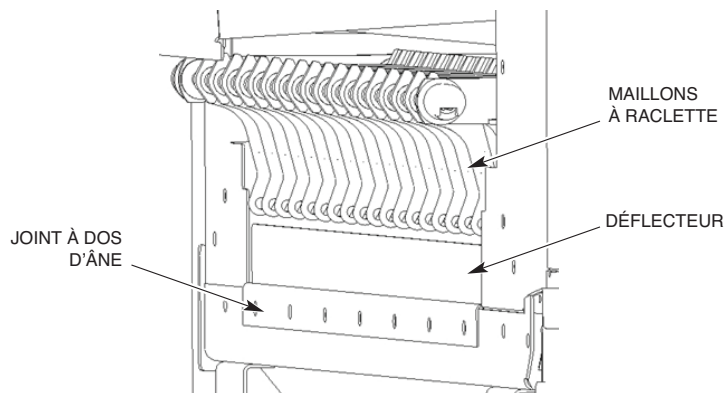

Fig. 11
3. Si la machine est équipée d'un assemblage de bande transporteuse CC de type standard, installez les déflecteurs et les joints à dos d'âne à l'aide des mêmes accessoires. Assurez-vous que les déflecteurs sont ajustés le plus profondément possible pour assurer que le déflecteur n'interfère pas avec les maillons de la bande transporteuse à raclette (Fig. 11).